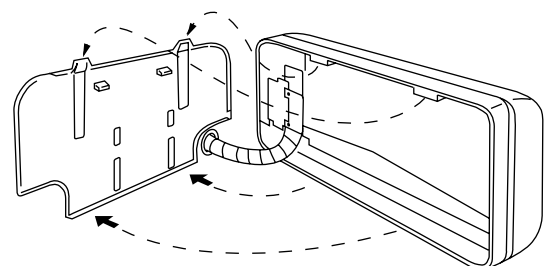
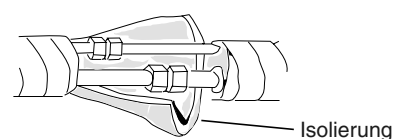

Abb. 3-106
Abb. 3-107
- (2) Kabel, Kühlmittelleitung und Ablaufschlauch durch die Öffnung in der Wand drücken. Die Inneneinheit so einstellen, dass sie sicher an der Rückwand sitzt. (Abb. 3-106)
- (3) Die Leitungen vorsichtig biegen (sofern erforderlich), damit sie bis zur Außeneinheit bündig an der Wand anliegen, und dann bis zu den Anschlüssen mit Band umwickeln. Der Ablaufschlauch sollte an der Wand lotrecht nach unten verlaufen und an einer Stelle enden, wo das abtropfende Wasser keine Flecken an der Wand verursacht.
- (4) Die Kühlmittelleitung an die Außeneinheit anschließen. (Nach Durchführen einer Undichtigkeitsprüfung an den Anschlüssen diese mit Leitungsisolierung isolieren. (Abb. 3-107))
- (5) Kühlmittelleitungen, Ablaufschlauch und Einheiten-Verbindungskabel wie in Abb. 3-107 anordnen.